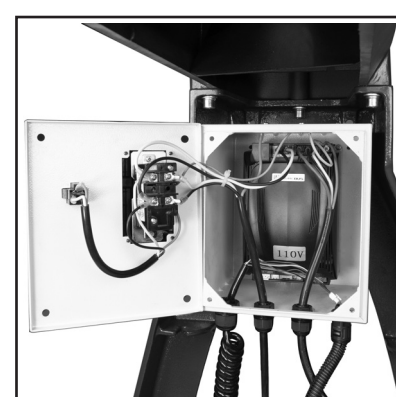

FIG. 24
**NOTE :** Le boîtier de l'onduleur AC ne requiert aucune programmation. Il est pré-programmé en usine. Les connexions de l'onduleur ne devraient pas être modifiées. La figure 24 montre l'onduleur avec le couvercle ouvert.